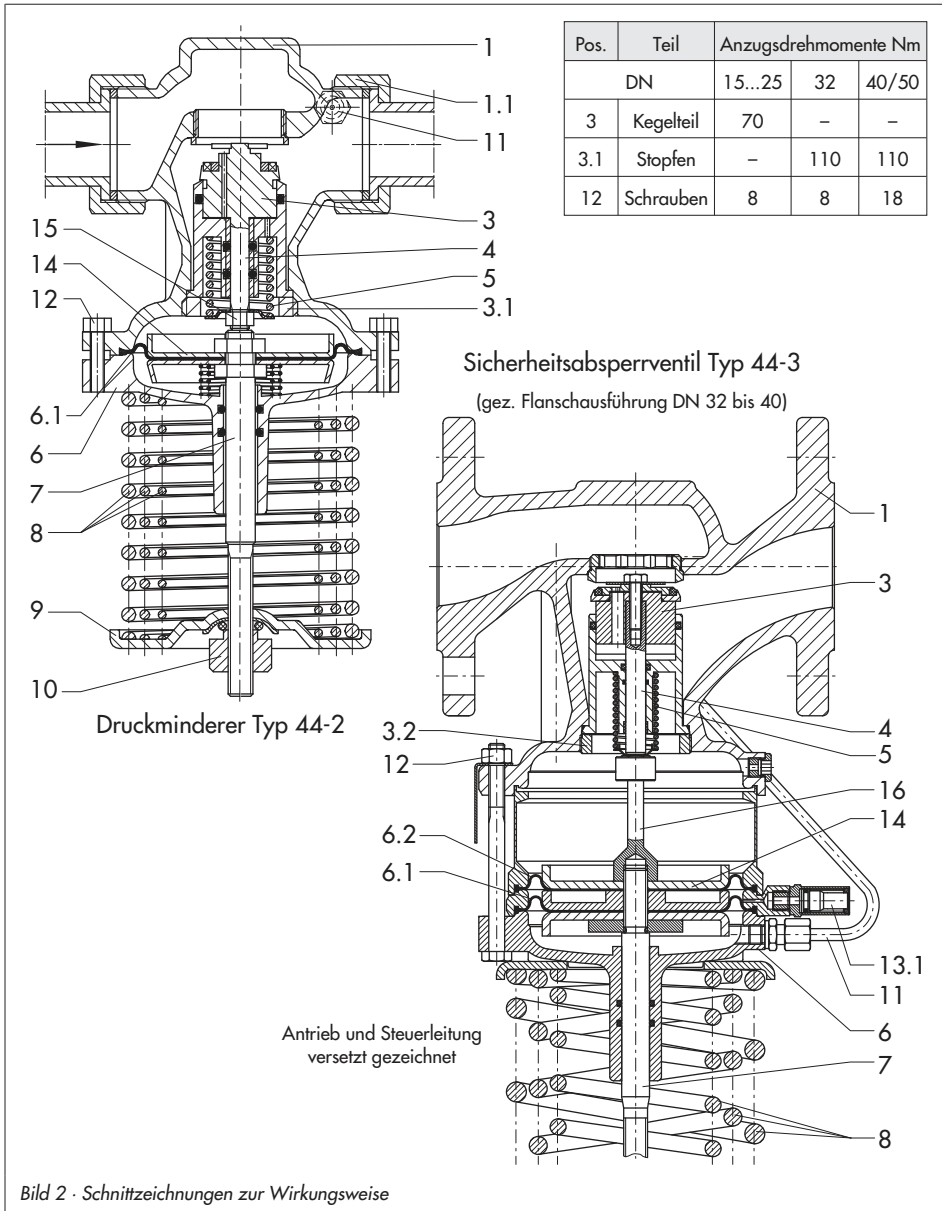

Bild 2 · Schnittzeichnungen zur Wirkungsweise
3. Gehäusesitz und Kegelteil gründlich reinigen. Steuerleitung (11) auf Durchlass überprüfen. Ist der Kegel beschädigt, so sollte das komplette Kegelteil erneuert werden.
4. Sitzring (2) überprüfen, ist er beschädigt, muss er herausgeschraubt und erneuert werden.
5. Zur Montage in umgekehrter Reihenfolge vorgehen. Die Anzugsdrehmomente nach Tabelle Bild 2 beachten.
*Federn (8) sind bis zu 180 mm mit Kräften bis zu 4000 N vorgespannt.*
3. Schrauben (12) lösen und Stellantrieb abnehmen.
4. Mutter (15) von der Antriebsstange abschrauben und Membranteller (14) abheben, bei Typ 44-3 die Stange (16) abschrauben, den Membranteller (14) und zusätzlich den Zwischenring (13) abheben.
6. Zur Montage in umgekehrter Reihenfolge vorgehen, dabei die Anzugsdrehmomente nach Tabelle Bild 2 beachten.